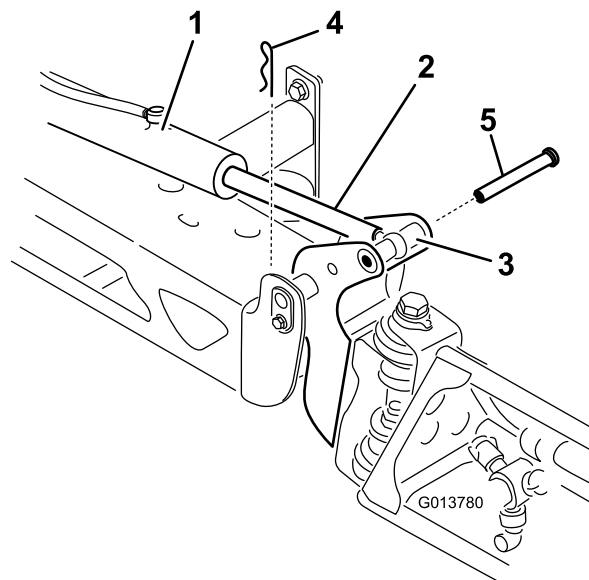

図 106
2. クレビスピンについているヘアピンを抜き取る 図 106。
3. ブームを持ち上げてクレビスピンを外し、ブームをゆっくりと床面に降ろす 図 106。
7. ブームを支えながら、ブームのピボットとアクチュエータロッドにクレビスピンを通す 図 106。